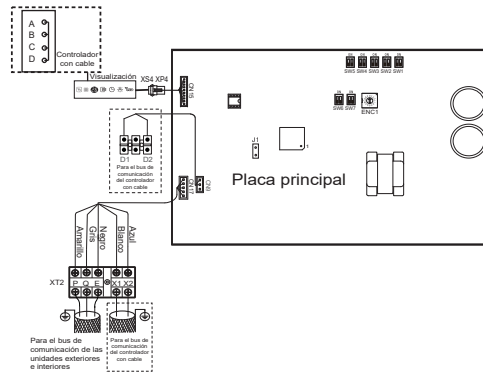

Figura 33
- Los puertos X1, X2, D1, D2 a los lados de la placa de control principal y el puerto de comunicación unidireccional (lado de la placa de visualización) son para diferentes tipos de controladores con cables (vea la Figura 33).